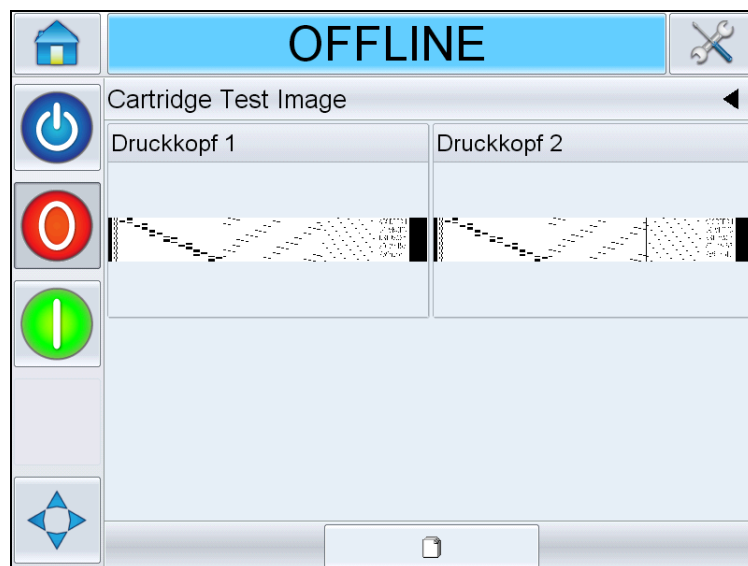

Abbildung 6-2: Detailanzeige des aktuellen Jobs
- 2 Es wird eine Vorschau des Jobs angezeigt, siehe Abbildung 6-2.